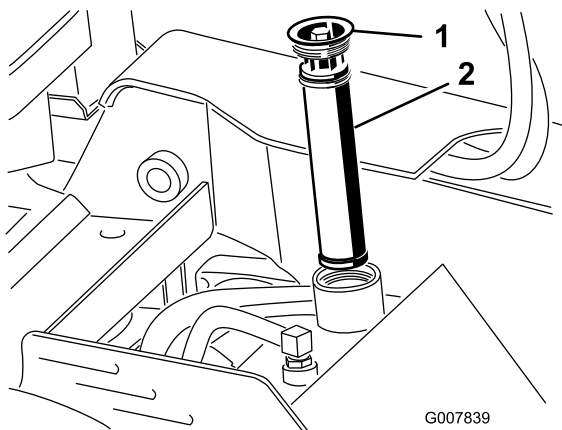

Рисунок 57
5. Очистите область вокруг заливной горловины гидравлического бака и снимите с горловины крышку и фильтр, используя торцевую головку (Рисунок 57).